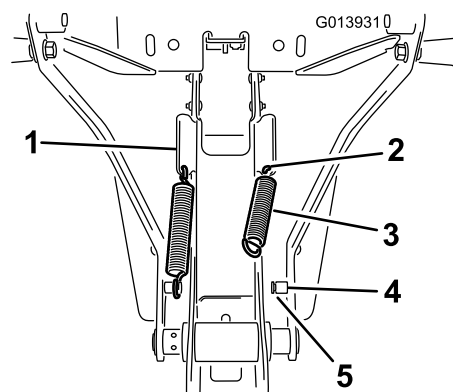

Figure 7
1. Accrochez le ressort dans le trou inférieur de la patte inclinée sur le côté du bâti (Figure 7).
2. Accrochez un côté du ressort dans le trou et l'autre côté sur l'ergot (Figure 7).
3. Veillez à engager correctement l'extrémité du ressort dans la rainure de l'ergot (Figure 7).